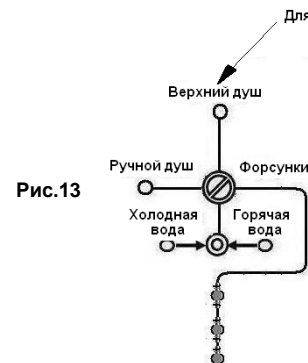

Рис.13
4. Подключение к системе водоснабжения (рис.13. 14)